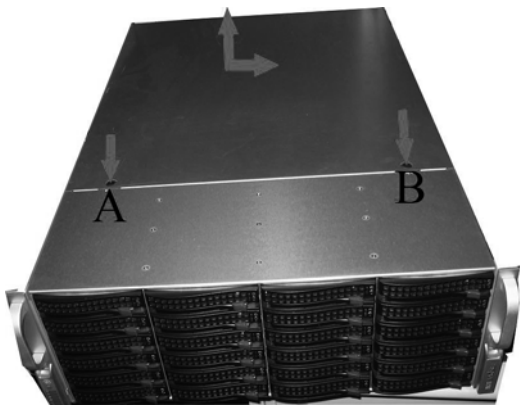

图 1—6 打开机箱上面板
2. 同时用手指按住图 1—6 上盖上 A, B 标示按钮, 并同时刀片上盖往后推一下。